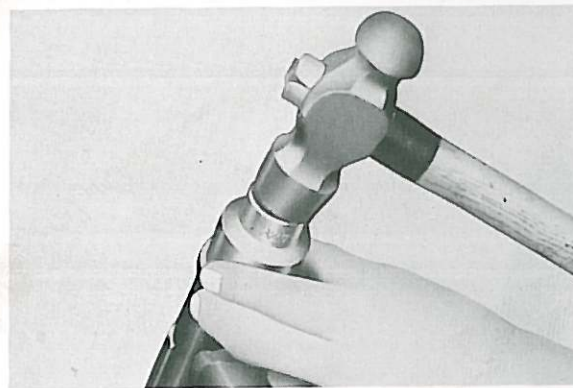

Fig. 5-7-9
1. If pressed-in races have been removed, tap in new races. (Fig. 5-7-9)
1. Si on a enlevé toutes les cuvettes, chasser des cuvettes neuves dans la tête de fourche et sur la tige de direction. (Fig. 5-7-9)
1. Falls die eingepreßten Laufringe ausgebaut wurden, so sind neue Laufringe einzutreiben. (Fig. 5-7-9)